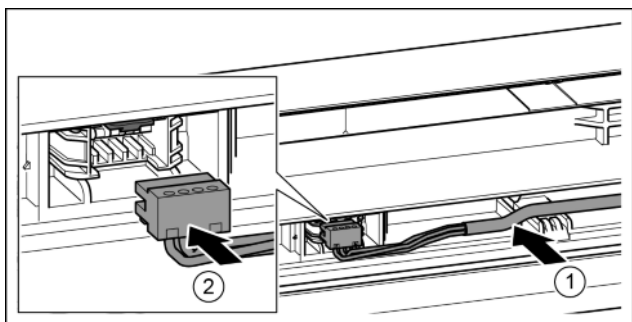

Fig. 37
- ▶ Grijs kabel in de geleiding in de bovenste deur plaatsen. Fig. 37 (1)
- ▶ Stekker vastklikken. Fig. 37 (2)